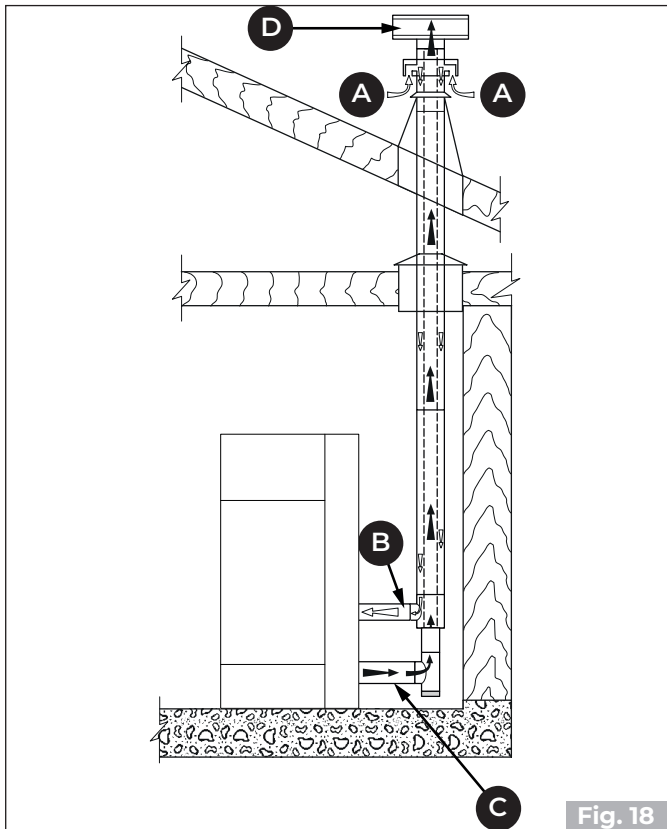

Fig. 18
- die Verbrennungsluft mit Hilfe eines coaxialen Auspuffrohrs für die Abführung der Abgase und den Lufteinlass zu leiten (**Fig. 16 - Fig. 18 - A, B = Lufteintritt, C, D = Rauchgasaustritt**); daher ist es nicht notwendig, einen klassischen Lufteintritt in den Raum vorzunehmen.